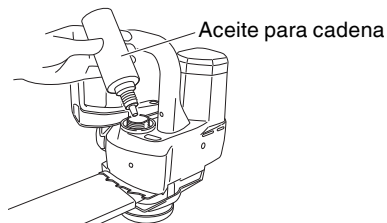

Fig. 14
- Esta unidad se entrega sin aceite para cadena adentro. Antes de utilizarla, compruebe que el depósito de aceite esté lleno. (Fig. 14)